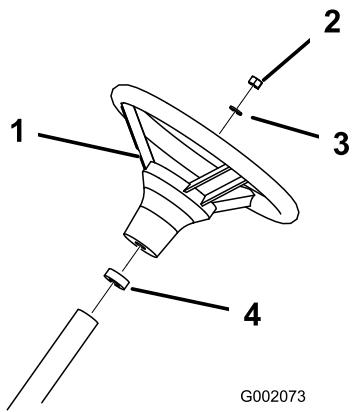

図 5
3. ハンドルをシャフトにはめ込み、ワッシャとロックナットで固定する(図5)。ナットを24-29 Nm (2.5~3.0 kg.m)にトルク締めする。